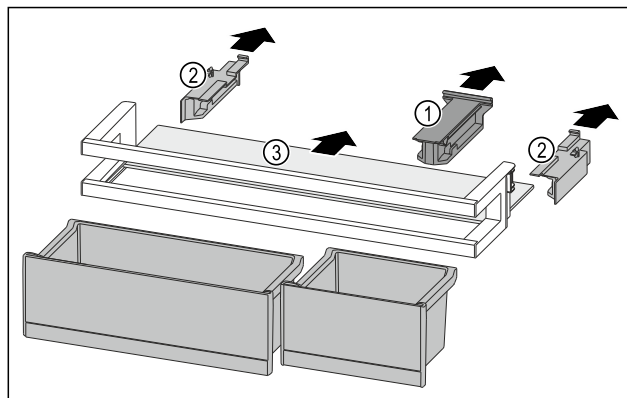

Fig. 236
- Držák Fig. 236 (1) stáhněte.
- Boční díly Fig. 236 (2) stáhněte.
- Odkládací plochu Fig. 236 (3) odeberte.